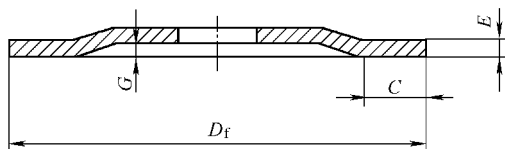

图 8-6 型式 2 的砂轮卡盘
5) 型式 2 的砂轮卡盘如图 8-6 所示, 其尺寸需要符合表 8-7 中的规定。